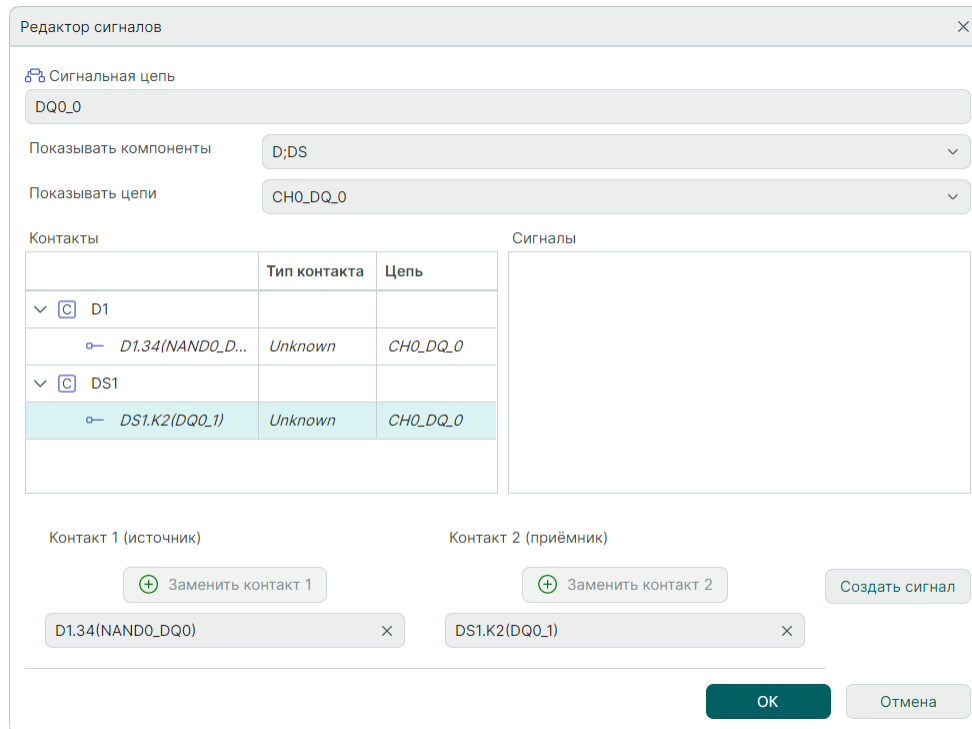

Рис. 141 Определение источника и приемника сигнала для контактов, входящих в отобранные цепи
5. В окне «Редактор сигналов» для контактов, входящих в отобранные цепи, определите источник и приемник сигнала, см. Рис. 141.